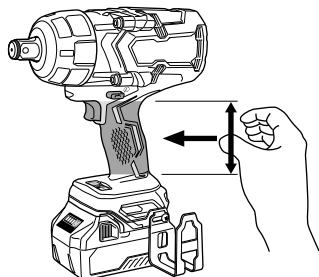

Fig. 1
2. S'assurer de bien tenir l'outil pendant le fonctionnement. Le non-respect de cette consigne peut entraîner des accidents ou des blessures. (Fig. 1)